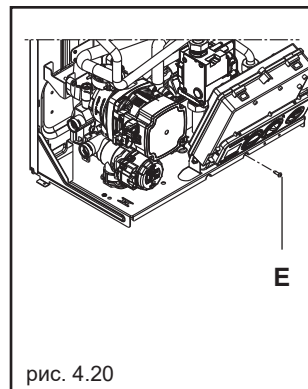

рис. 4.20
- отвинтите крепёжный винт (E) панели с приборами (рис. 4.20)
- Снимите мантию, опустите приборную панель на себя, открутив винт (E) (рис. 4.20)